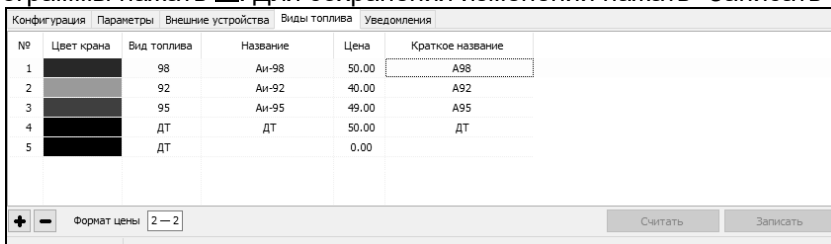

Рисунок 3
6.6 На вкладке "Марки/Виды топлива" можно просмотреть список видов топлива, отпускаемых на АЗС, установить цены и краткое название, соответствующие каждому виду топлива, а также при необходимости добавить или удалить вид топлива (рисунок 3). Виды топлива из этого списка доступны для выбора на вкладке "Конфигурация".